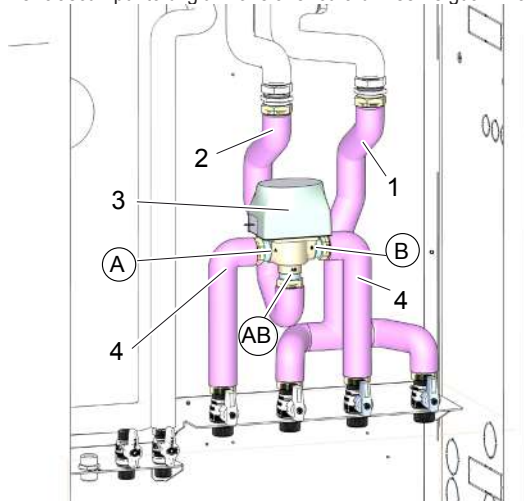

fig. 50 -
- tubazione 3841U200 (part. 1 "fig. 50 -")
- tubazione 3841U180 (part. 2 "fig. 50 -")
- valvola deviatrice (part. 3 "fig. 50 -") avendo cura di montarla con le lettere stampate sul corpo come indicato in "fig. 50 -"
- tubazioni 3841U190 (part. 4 "fig. 50 -")